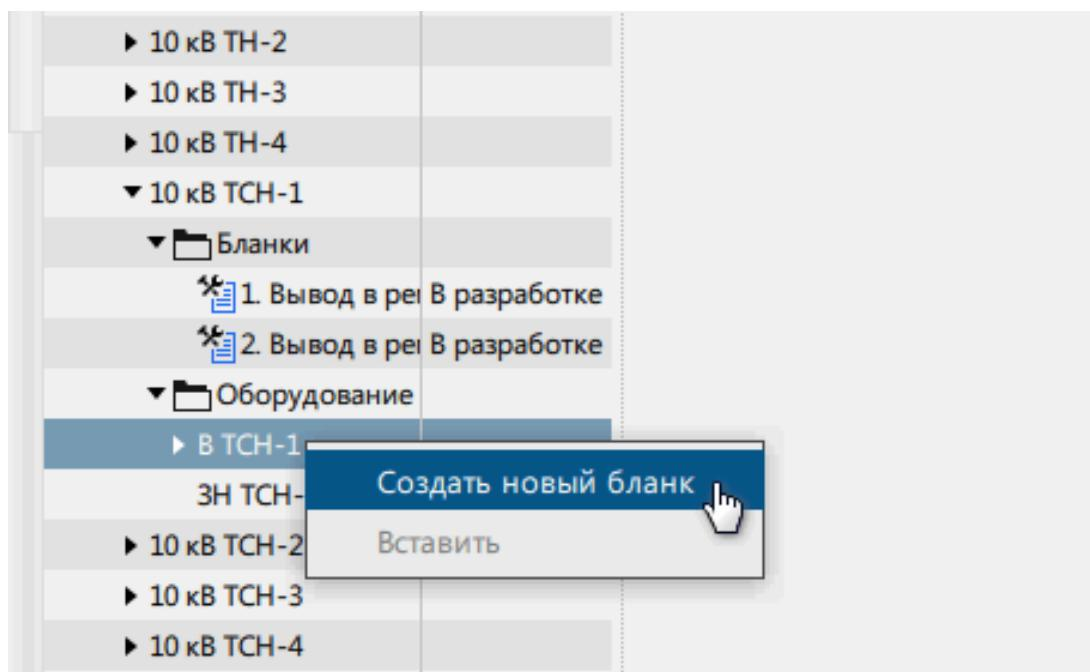

Рисунок 115 - Создание бланка
3. Нажмите **ЛКМ** по оборудованию и выберите команду **Создать новый бланк** (Рисунок 115). Появится бланк со статусом «В разработке».